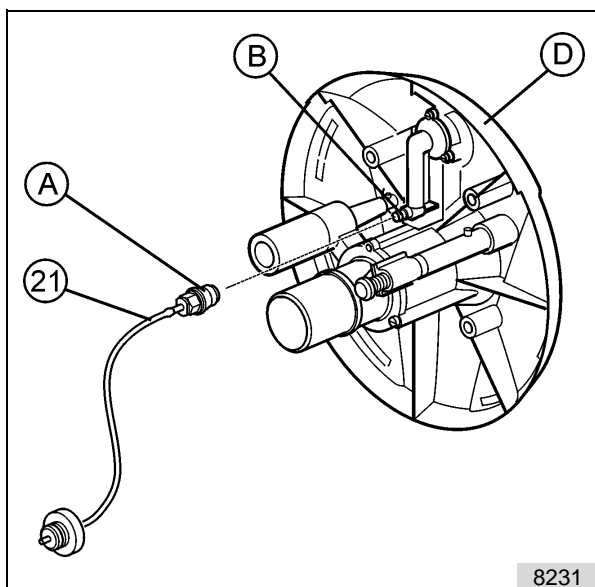

fig. 24
Après le raccordement de l'interrupteur pneumatique, voir Fig. 24, emmancher la tête de buse complète (35), lors de cette opération, le raccord refoulement et le raccord air glissent